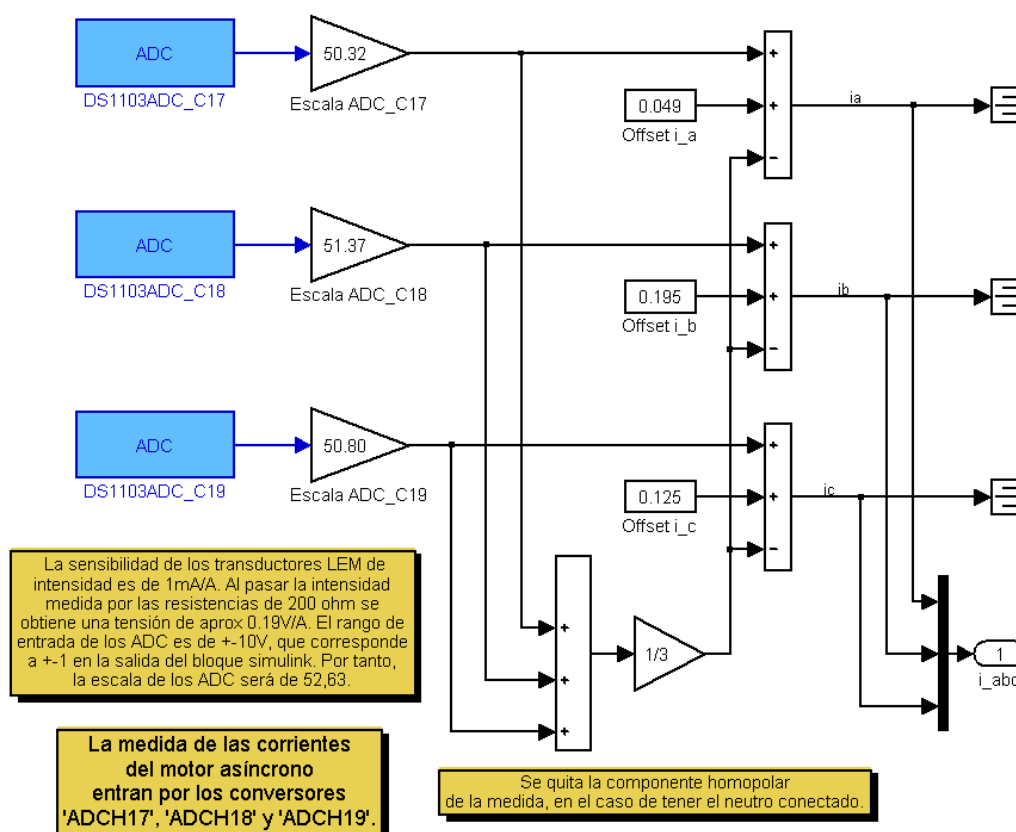

**Fig. 15** Control SVPWM y medida de corrientes del motor
**Bloque “Control SVPWM y medida corrientes”, ver Fig. 15**